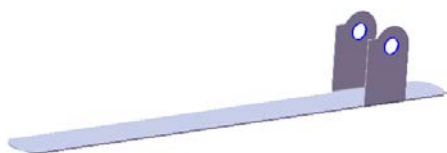
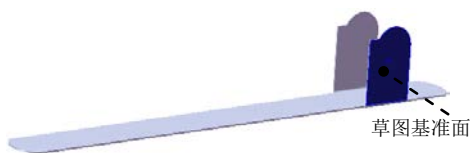

图 15.4.20 切除—拉伸 2
图 15.4.21 草图基准面
Step6. 创建图 15.4.20 所示的切除—拉伸 2。
(1) 选择命令。选择下拉菜单 **插入(I)** → **切除(C)** → **拉伸(E)...** 命令。
(2) 定义特征的横断面草图。
① 定义草图基准面。选取图 15.4.21 所示的表面作为草图基准面。